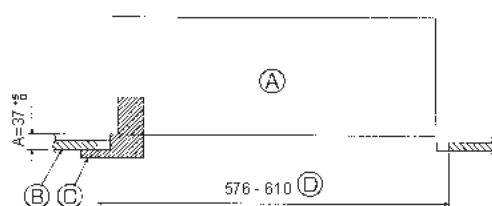

Fig. 10-2
10.2. Preparazione dell'attacco della griglia (Fig. 10-2)
- (A) Unità principale